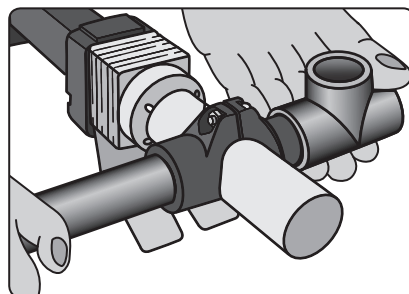

Abb. 3
- 5) Setzen Sie das Formstück auf den Heizdorn und führen Sie gleichzeitig das Rohr bis zur Markierung für das Einschieben in das Formstück in den Heizaufsatz ein (Abb.3). Erhitzen Sie beide Teile, **ohne sie zu drehen und den Neigungswinkel zu ändern**, für die Dauer gemäß Tabelle 2 nach dem Rohrdurchmesser. Beim Drehen kann sich das Material ansammeln und bei Änderung des Neigungswinkels können Verformungen auftreten! Bei Problemen beim Aufsetzen auf die Heizaufsätze der Schweißmaschine können beide Teile max. bis 10°gedreht werden!